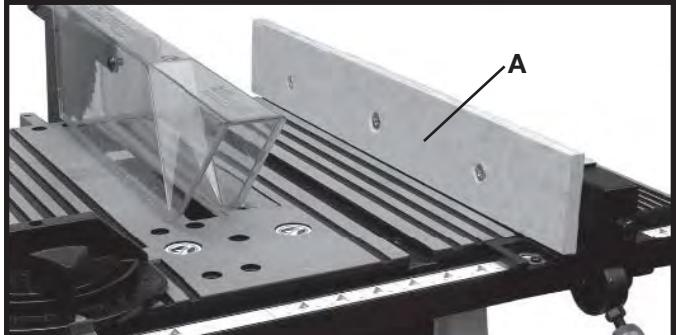

Fig. 43A
Los revestimientos de madera (A), Fig. 43A, son necesarios en algunas operaciones especiales en uno o ambos lados de la guía de corte. El revestimiento de madera se sujet a la guía con tornillos a través de los orificios de la guía. La mayoría de los trabajos necesitarán material de 19,05 mm (3/4"), aunque algún trabajo eventual podría requerir un revestimiento de 25,4 mm(1").